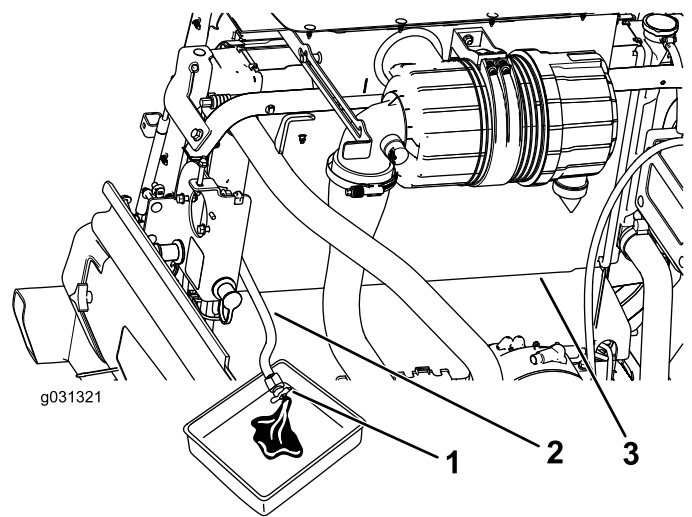

Bild 111
3. Legen Sie das Ende des Kühlerablassschlauchs in eine Auffangwanne und öffnen Sie das Ablassventil am Kühlerschlauch und lassen die Flüssigkeit in eine Auffangwanne ablaufen (Bild 111).